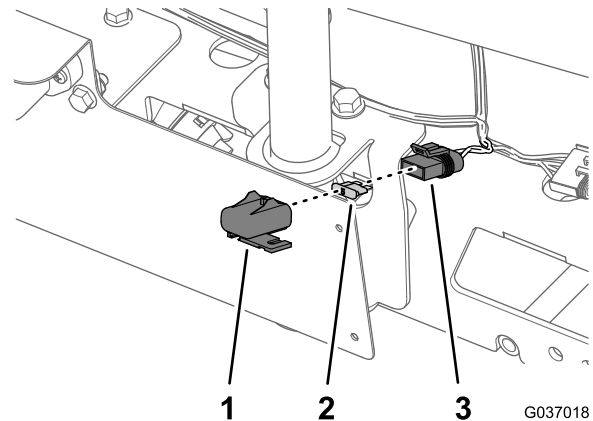

Bild 78
1. Nehmen Sie die Abdeckung des Sicherungsblocks ab (Bild 78).
2. Entfernen Sie die defekte Sicherung (Bild 78).
3. Setzen Sie die neue Sicherung in die Fassung ein; achten Sie darauf, dass diese ordnungsgemäß sitzt (Bild 78).
4. Setzen Sie die Abdeckung auf den Sicherungsblock auf (Bild 78).